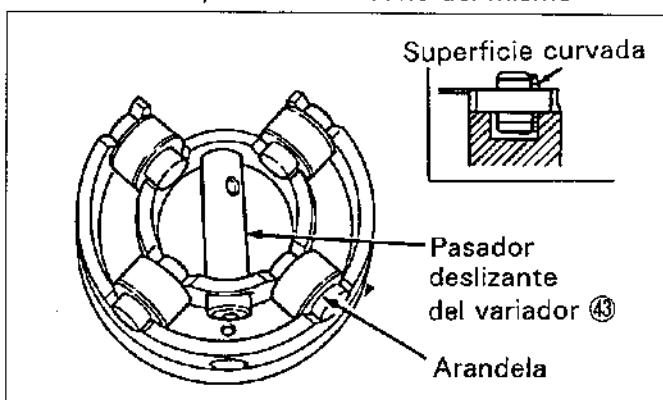

Figura.14-12 Conjunto del anillo de rodillos
(1) Inserte el pasador deslizante del variador ④ en el anillo de rodillos con el extremo del orificio de pasador de tope primero. (Vea la figura.14-12)
(2) Con todos los rodillos y pasadores instalados y habiendo realizado correctamente las mediciones y procedimientos, (vea la sección 13-3 para el procedimiento correcto) asegúrese de que las arandelas del rodillo están correctamente colocadas con el lado curvado en el exterior del rodillo y más cerca de la superficie exterior del anillo de rodillos. (Vea la figura.14-12)